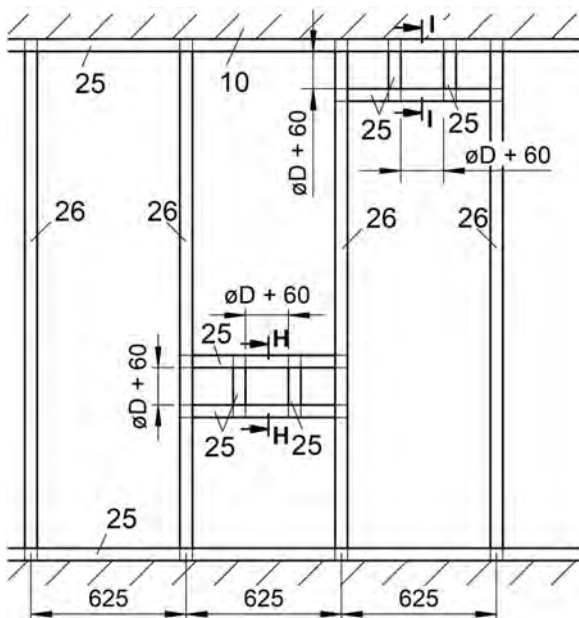

Abbildung 53: Metallständerwerk mit erforderlichen Auswechslungen für Nasseinbau (F30; BRS 100 bis  $\leq 250$ )
- Metallständerwerk und Wand gemäß den Angaben des Wandherstellers herstellen und Auswechslungen entsprechend der Abbildung 53 vorsehen.
- Metallständerwerk und Wand gemäß den Angaben des Wandherstellers herstellen und Auswechslungen entsprechend der Abbildung 53 vorsehen. Vor der Anbringung des für den umlaufenden Metallprofilrahmen notwendigen UW-Profiles (Pos. 25) im Deckenbereich ist ein Mineralwollestreifen ca. 50x40 mm (Pos. 27.1) in das UW-Profil an der Decke einzubringen.